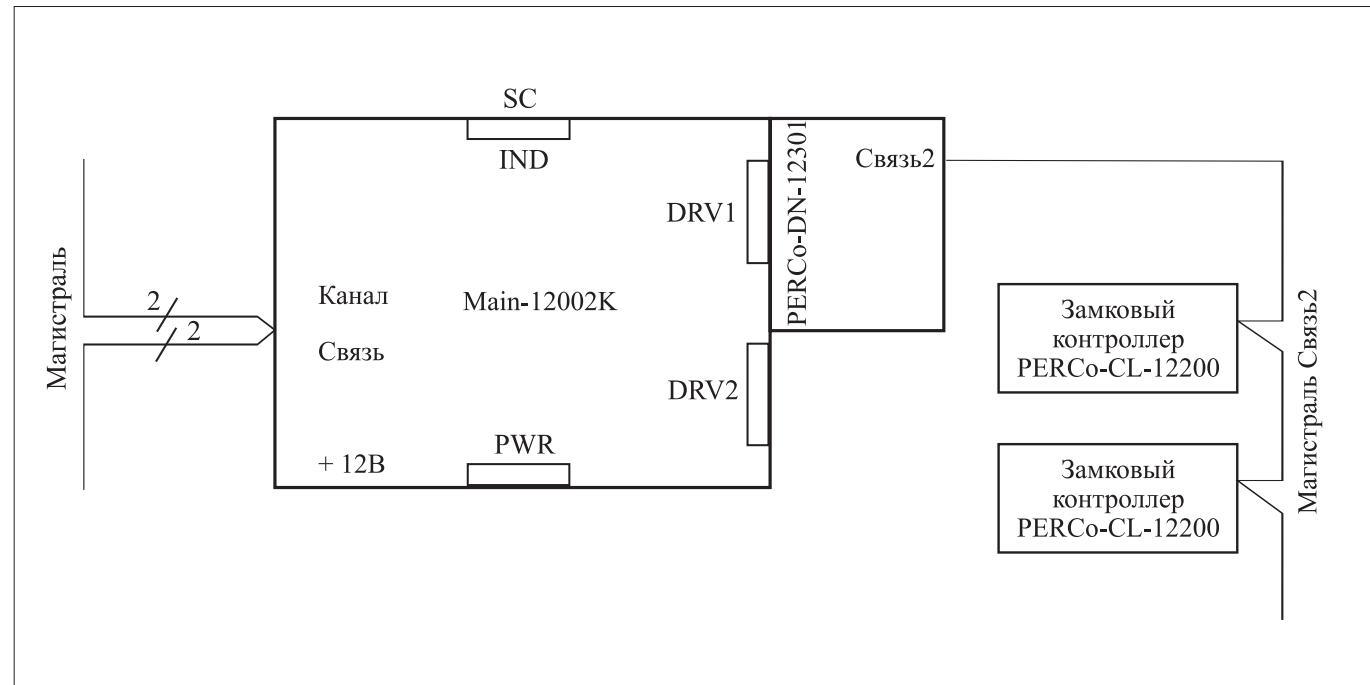

Рисунок 8 – Подключения к PERCo-DN-12301
2.2.4.5 Драйвер роторного турнкета (Только SC-12300Р) (см. Рисунок 8, Приложение В)
Турникет с блоком управления (см. Рисунок 8, Приложение В)